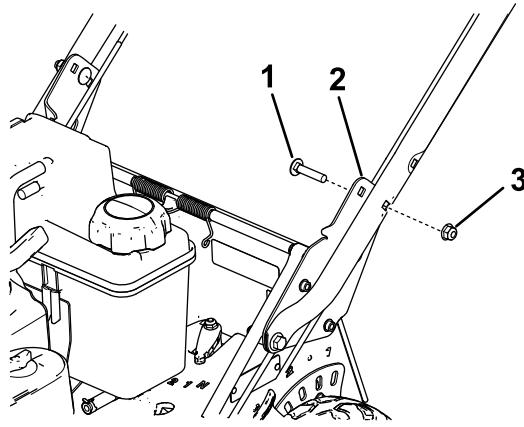

**Figura 5**
- Sítuese en la posición normal de trabajo para determinar la altura del manillar que le sea más cómoda (Figura 5).